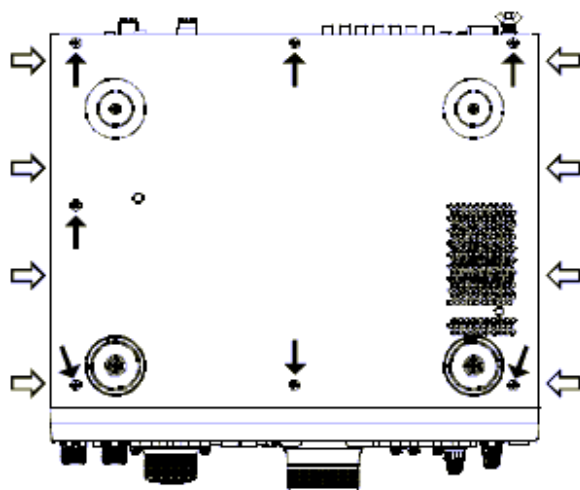

Figura 1
- ℞ Consultando a Figura 1, retire os 4 parafusos (⇔) em cada lado do transceptor, os 7 parafusos (→) no fundo do mesmo e levante a tampa do fundo.
- ℞ Consultando a Figura 1, remova os 4 parafusos (⇔) em cada lado do transceptor, os 7 parafusos (→) no fundo do mesmo e levante a tampa do fundo.
- ℞ Consultando a Figura 1, remova os 4 parafusos (⇒) em cada lado do transceptor, os 7 parafusos (→) no fundo do mesmo e levante a tampa do fundo.